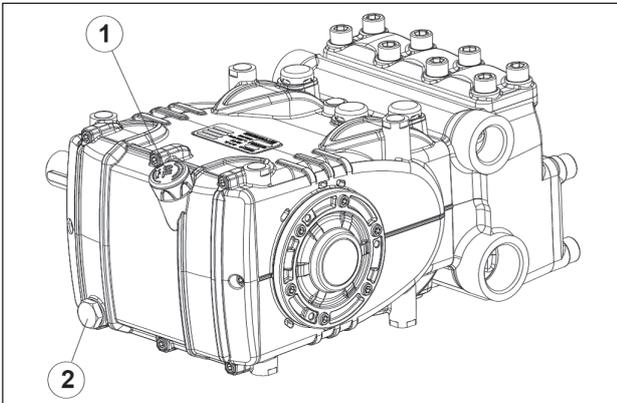

Fig. 1
Les opérations de réparation de la partie mécanique doivent être effectuées après avoir éliminé l'huile du carter. Pour vidanger l'huile, retirer d'abord la jauge de niveau d'huile rep. ①, puis le bouchon rep. ②, Fig. 1.